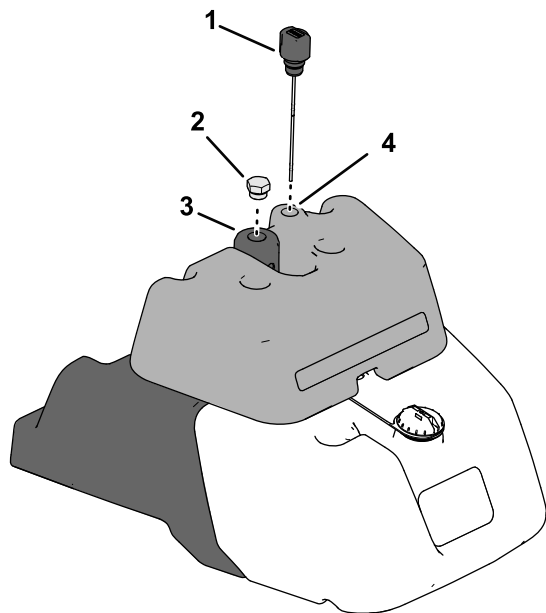

图 46
2. 找到泄漏检测油箱顶部液压系统的量油尺检查液压油油位 图 46。